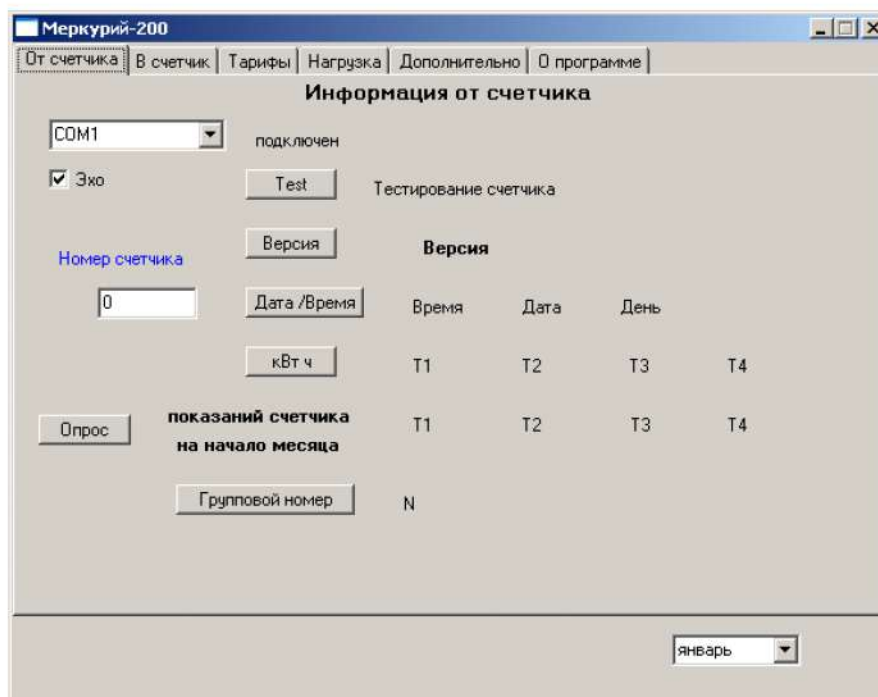

Рис. 3
5.3.2.4 Запись и считывание текущего времени и даты Откройте вкладку «**В счётчик**», перед Вами появится окно, изображённое на рисунке 2. Нажмите кнопку «**Запись**» и запишите в счётчик текущее время и дату. Затем откройте вкладку «**От счётчика**» (рисунок 3) и, нажав кнопку «**Дата/Время**», проверьте текущее время и дату.